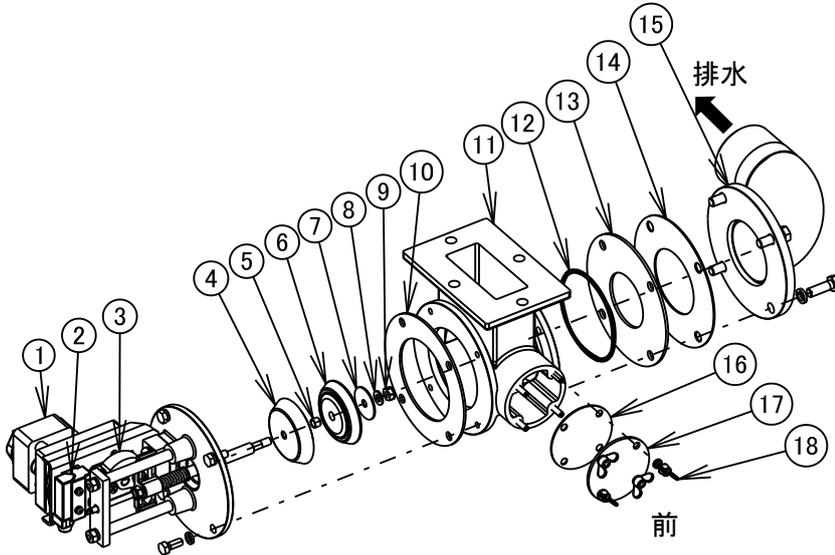

図8-13
8. 3. 7 排水弁 (図8-13)
4) 排水弁補助弁の交換(図8-13)
- ・ ①モータと②リミットスイッチのケーブルコネクタを外します。①モータアース線を外します。
- ・ ボルト(M8)を緩めて①～⑩一体品を取り外します。
- ・ ⑩U ナット(M8)を緩めて⑤～⑧弁部をシャフトから取り外します。
- ・ ⑥排水弁補助弁の中央にはまっている⑤排水弁スペーサを取り外し新しい⑥排水弁補助弁に取り付けます。
- ・ ⑤～⑧弁部をシャフトに逆の手順で組み付けます。
- ・ ①～⑩一体品をボルト(M8)で組み付けます。
- ・ ①モータと②リミットスイッチのケーブルコネクタ及び、①モータアース線を元の通に接続します。
- ・ ③排水弁マイクロカム回転方向と排水弁の動作確認を行うこと。